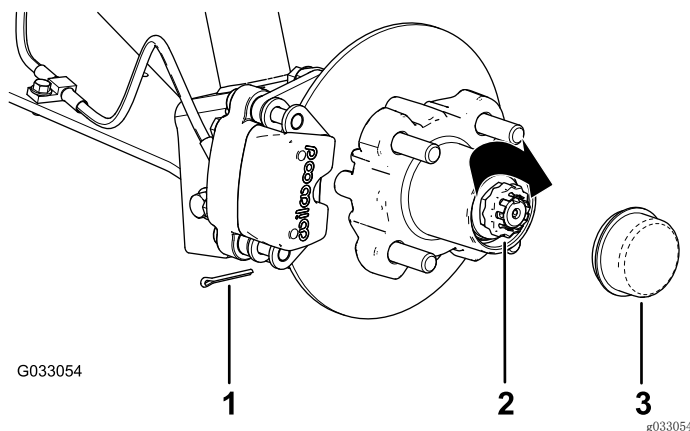

图 28
- 将卡环安装到螺母上，检查卡环内的槽与主轴上开口销孔的对齐情况（图 28）。
- 安装开口销，并扳弯卡环周边的各个腿（图 28）。
- 将防尘盖安装到轮毂上（图 28）。